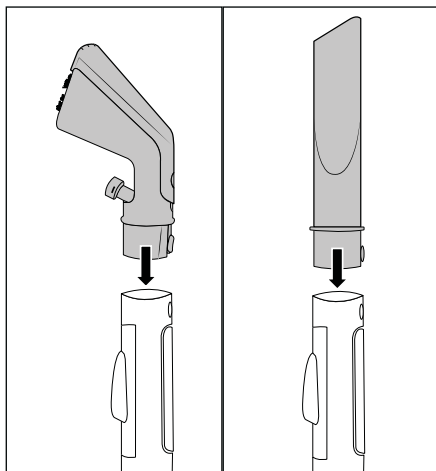

Bild 3
- ◆ Stick in textil- och möbelmunstycket 22 eller fogmunstycket 29 i produktens spray-/sugslang 19 så att låsknappen 25/32 snäpper fast (se bild 3).